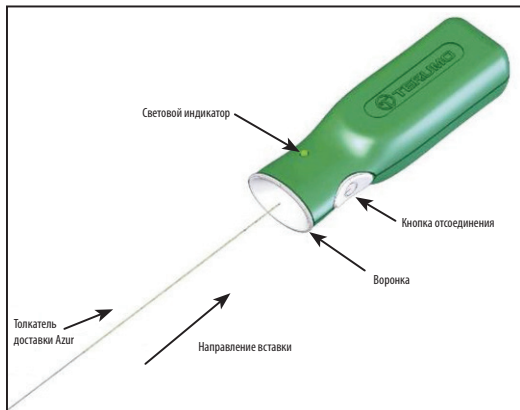

Рисунок 4. Контроллер отсоединения Azur
12. Раскройте пакет с сосудистым окклюдером Azur и удалите с пакета упаковочное кольцо. Перед использованием устройства удалите клин с упаковочного кольца. Удерживая имплантируемый сосудистый окклюдер Azur и интродьюсер на месте, вытяните толкатель из упаковочного кольца так, чтобы показался проксимальный конец толкателя доставки. Будьте осторожны, чтобы не избежать загрязнения этого конца толкателя доставки посторонними веществами, такими как кровь или контрастное вещество. Плотно вставьте проксимальный конец толкателя доставки в секцию с воронкой контроллера отсоединения Azur. См. рисунок 4. **Не нажимайте кнопку отсоединения в это время.**
31. Подсоедините проксимальный конец толкателя доставки к контроллеру отсоединения Azur, надежно вставив проксимальный конец толкателя доставки в секцию с воронкой контроллера отсоединения Azur. См. рисунок 4.